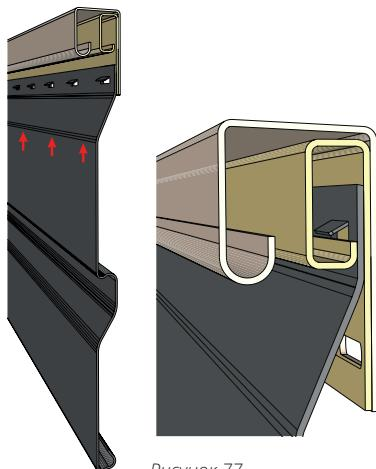

Рисунок 77
17.3 Если сайдинг под завершение приходит ближе к обрешетке (рис. 77), подрезанная панель сайдинга с предварительно сделанными насечками, вставляется в финишную планку.